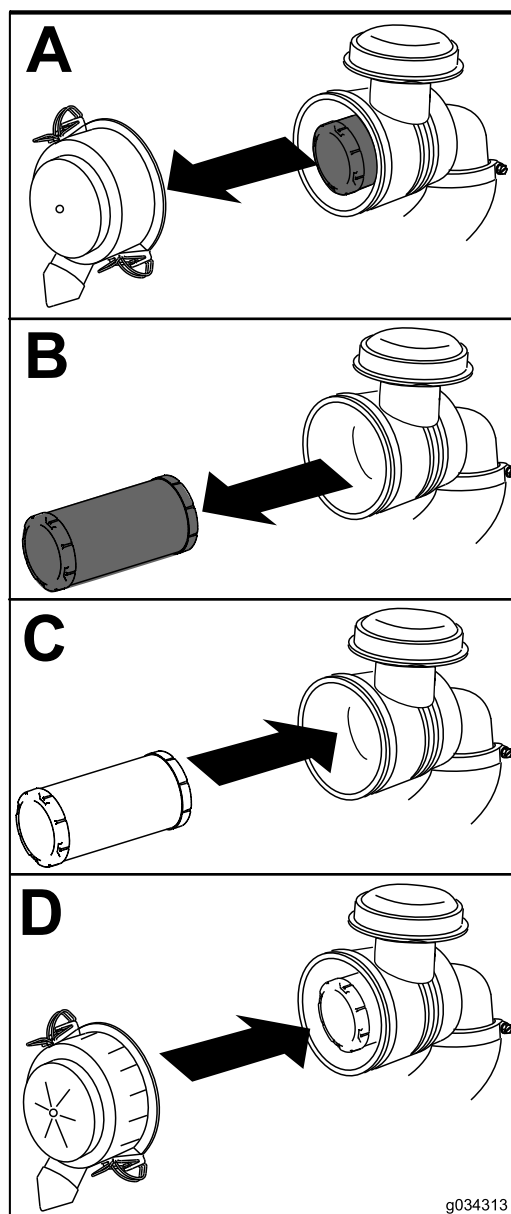

Figure 38
1. Sortez l'élément filtrant hors du boîtier du filtre à air avec précaution (Figure 38).
4. Reposez le couvercle du filtre à air, le côté portant l'inscription UP en haut, puis verrouillez-le en place (Figure 38).